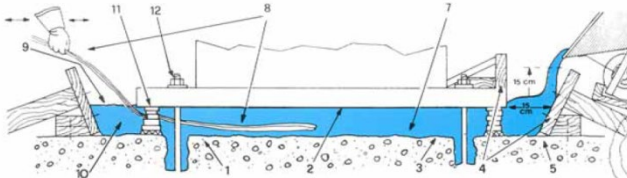

Рисунок 1: Схема применения MasterFlow 928 для высокоточной цементации оборудования
4. В целях предотвращения вытекания состава опалубка должна быть изготовлена из прочного водонепроницаемого материала и надежно заанкерена и подперта, чтобы выдержать давление состава после укладки. Со стороны, откуда будет заливаться MasterFlow 928 следует предусмотреть зазор в 150 мм между опалубкой (см. рис.1) и основанием станины оборудования. С боковых сторон следует предусмотреть зазор не менее 50 мм между опалубкой и боковыми сторонами станины.